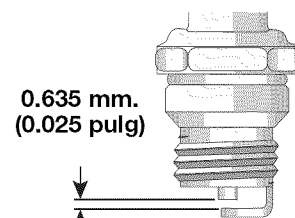

Fig. 25
4. Cambie las bujías que estén rajadas, sucias o deterioradas. Fije la separación de aire a 0,635 mm (0,025 pulg.) utilizando un calibrador (Fig. 25).